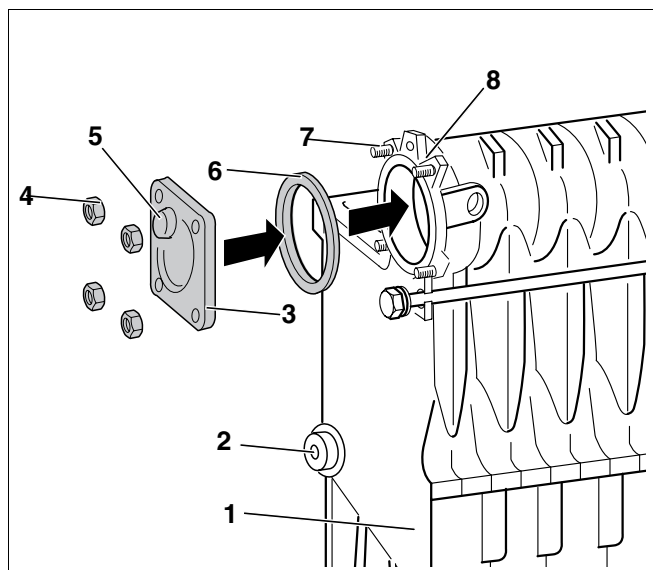
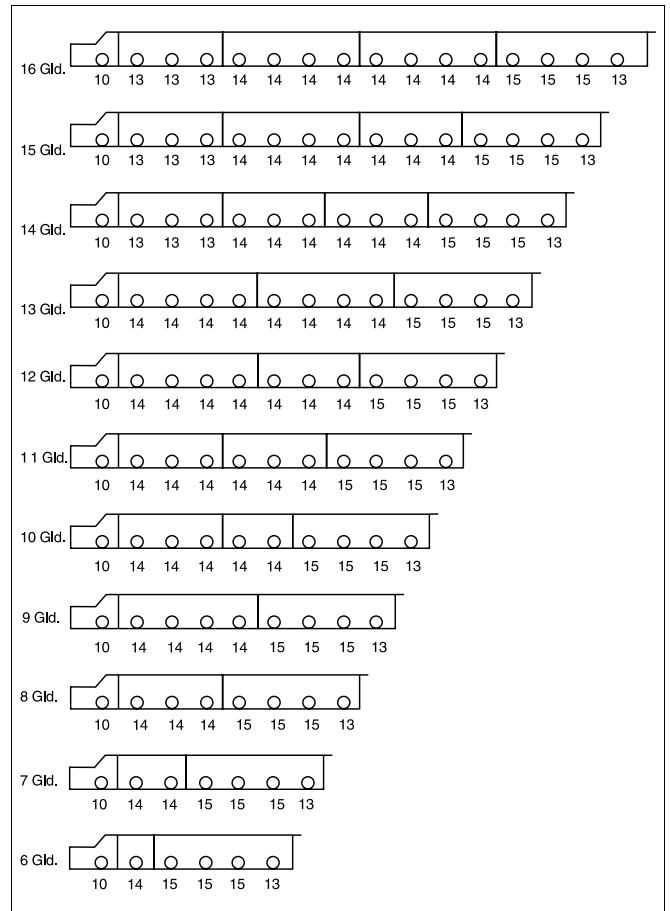
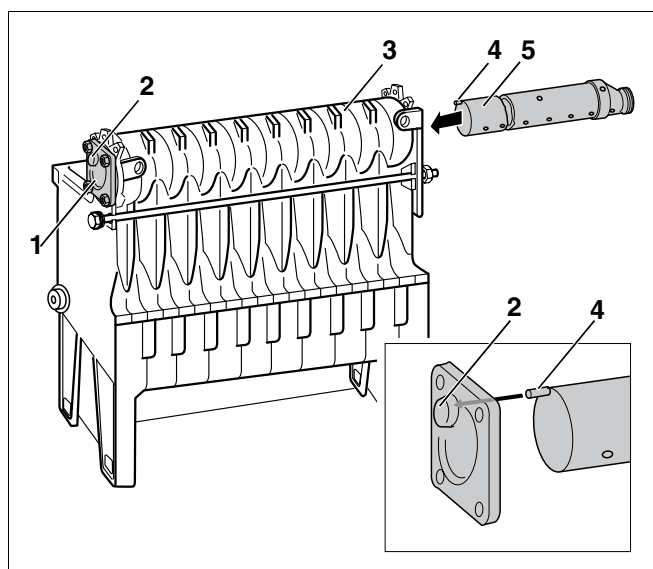

Рис. 22 Установка глухого фланца
Рис. 23 Схемы подпиточных труб для всех типоразмеров котлов (Ø отверстий в мм)
Рис. 25 Установка собранной подпиточной трубы
Верхнюю заднюю ступицу котла (рис. 22, **поз. 8**) конечной секции (рис. 22, **поз. 1**) котлового блока нужно закрыть глухим фланцем (рис. 22, **поз. 3**).
- Установить уплотнение (рис. 22, **поз. 6**) на уплотнительную поверхность верхней задней ступицы котла (рис. 22, **поз. 8**).
В собранном состоянии выемка глухого фланца должен находиться вверху и смотреть в середину котлового блока, как показано на рис. 22, **поз. 5**.
- Надеть глухой фланец (рис. 22, **поз. 3**) на шпильки (рис. 22, **поз. 7**) нижней задней ступицы котла (рис. 22, **поз. 8**) и закрепить его гайками (рис. 22, **поз. 4**).
Подпиточная труба состоит из головной части, от одной до трех средних частей, в зависимости от типоразмера котла, и конечной части с кулачком (рис. 23). Кулачок служит для выставления правильного положения подпиточной трубы и должен вставляться в выемку глухого фланца (рис. 22, поз. 5, стр. 24). Подпиточная труба вставляется спереди в верхнюю ступицу котла (рис. 25, стр. 26).
- Вставить конечную часть подпиточной трубы (рис. 25, **поз. 5**, с кулачком (рис. 25, **поз. 4**)) в открытую верхнюю ступицу котла на $\frac{3}{4}$ длины.
- Задвинуть собранную подпиточную трубу (рис. 25, **поз. 5**) в верхнюю ступицу котла (рис. 25, **поз. 3**).
- Кулачок на конечной части подпиточной трубы (рис. 25, **поз. 4**) должен войти в выемку глухого фланца (рис. 25, **поз. 2**).